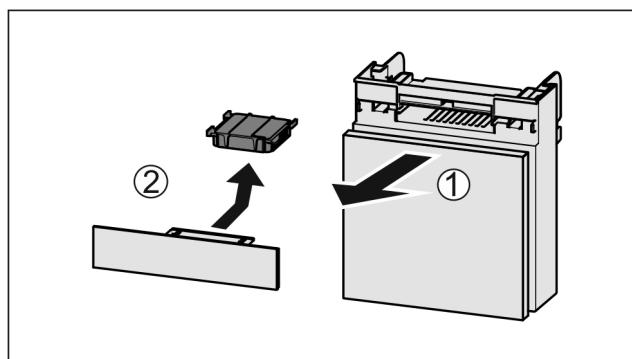

Fig. 177
- Издърпайте Fig. 177 (1) напред от отделението.
- Извадете Fig. 177 (2) филтъра с активен въглен.